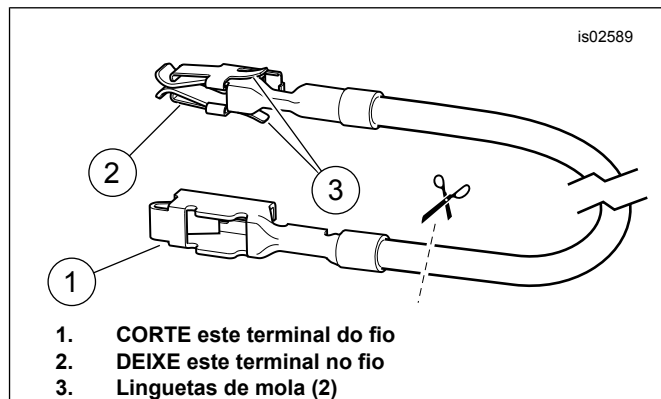

Figura 5. Fio adaptador do bloco de fusíveis (Dyna e Softail)
3. Veja Figura 12. Pegue o fio adaptador laranja/branco do bloco de fusíveis (11) do kit. Observe o terminal em cada extremidade (veja Figura 5 ). Somente o terminal com linguetas de mola caberá neste bloco de fusíveis. Corte cuidadosamente o terminal não usado do fio e descarte-o.